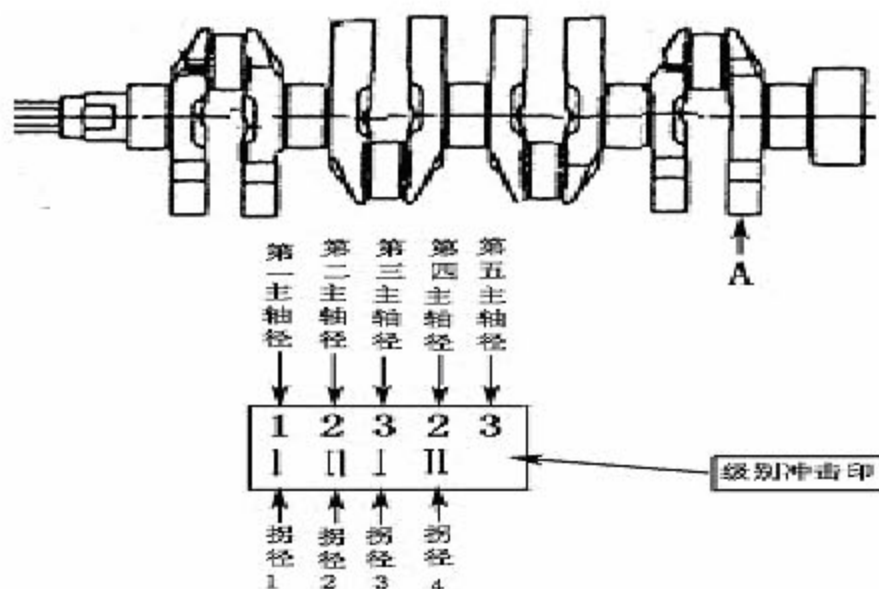

图 3-62
a). 如图 3-62, 根据曲轴的识别记号或色码选择轴承(参照下表)。如果它们不能识别, 则应测量曲轴轴径, 并选择相应的轴承与其匹配。